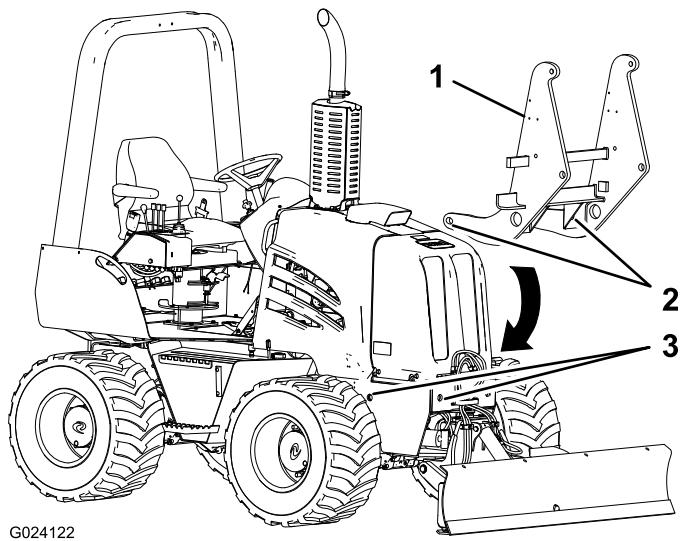

Figure 1
3. Utilisez un matériel de levage pour éléver ou abaisser le cadre de montage jusqu'à ce que les trous du cadre de montage soient alignés sur ceux de la machine; voir Figure 1.